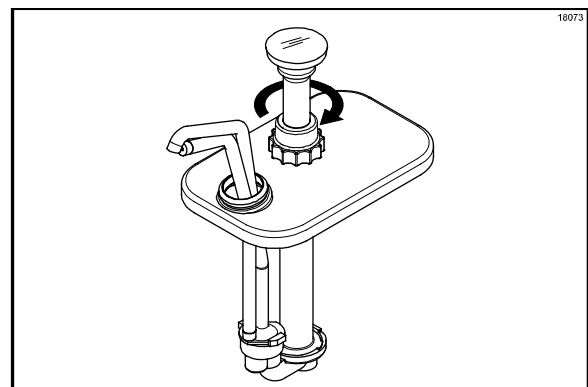

Figure 96
15. Serrer l'écrou du piston en tournant dans le sens des aiguilles d'une montre (Cf. Figure 96).